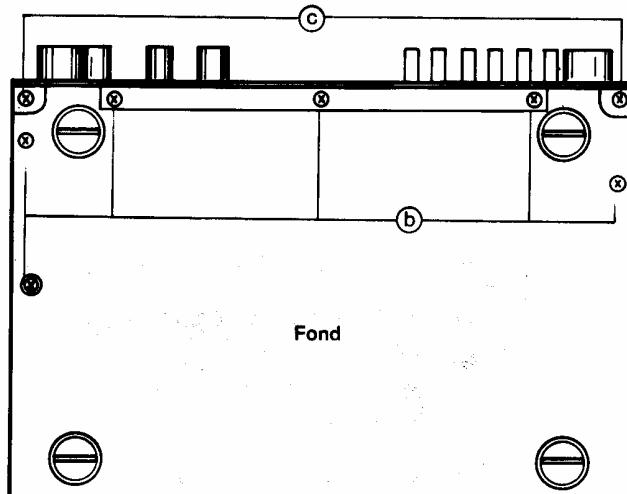

Fig. 2
- Défaire les vis repérées par la lettre **b** sur les Fig. 2 et 3.
- Défaire les vis **c** (Fig. 2 et 3).